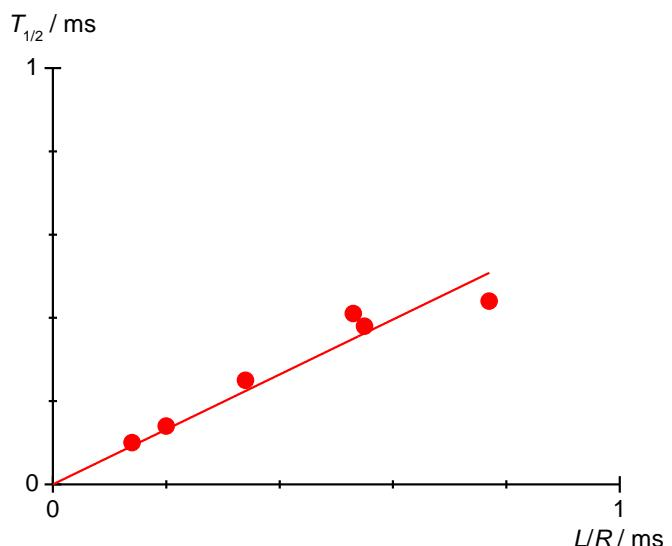

Fig. 6: Meia-vida $T_{1/2}$ em dependência da indutividade L / R .
- Aplicar as meias-vidas $T_{1/2}$ da Tab. 5 contra os quocientes L / R em um diagrama e adaptar uma reta de origem (Fig. 6).